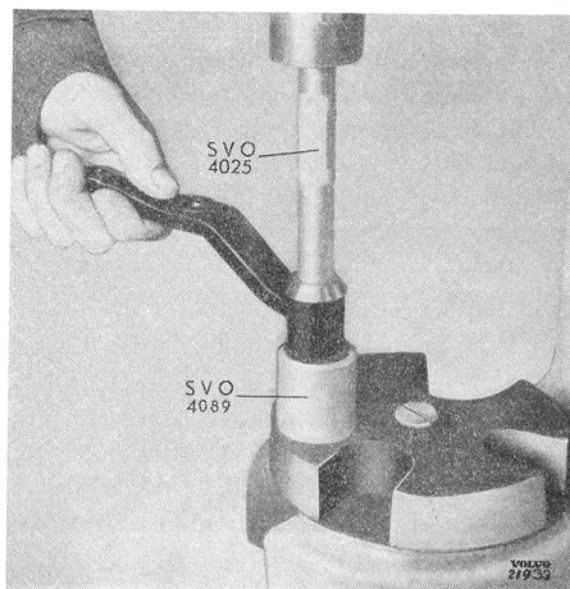

Bild 30. Demontering av bussningar i mellanarm.
Såväl bussningar (12) som distanshylsa (6) utbytes. Sedan smörjnippeln skruvats ur pressas bussningarna ur med verktyg SVO 4025 och underläggsring SVO 4089 (bild 30).